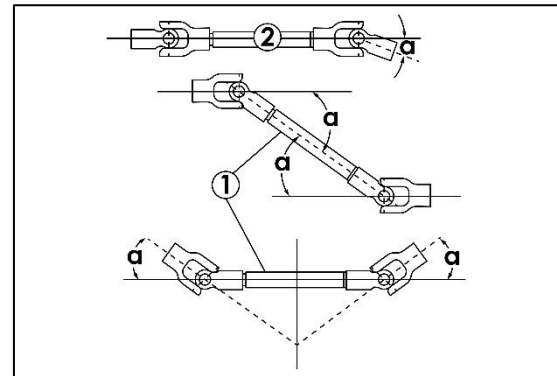

Fig. 85 - BEDRIJFSHOEK VOOR PTO
2. De maximale bedrijfshoek voor de PTO-as is 24° (Fig. 85).